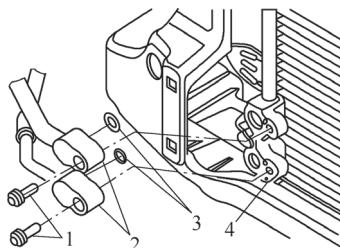

图 5-51 取下制冷剂管路
⑦如图 5-51 所示，旋出螺栓 1，从冷凝器上的接口 4 上取下制冷剂管路 2。密封环 3 必须更换。